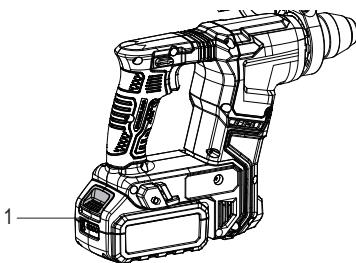

Fig.9
Appuyez sur le déverrouillage du rail (1) et faites glisser le bloc-batterie pour le retirer (Fig.9).